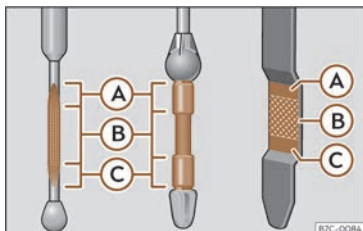

Abb. 229 Ölmesstab
- Den Messstab anschließend wieder herausziehen und den Ölstand ablesen >>> (Abb. 229). Füllen Sie gegebenenfalls Motoröl nach.
• Wenn der Ölstand mindestens den Bereich >>> (Abb. 229) Ⓑ erreicht hat, vorsichtig den Deckel des Einfüllstutzens aufschrauben >>> ⓪. Motoröl-Spezifikation >>> S. 381.